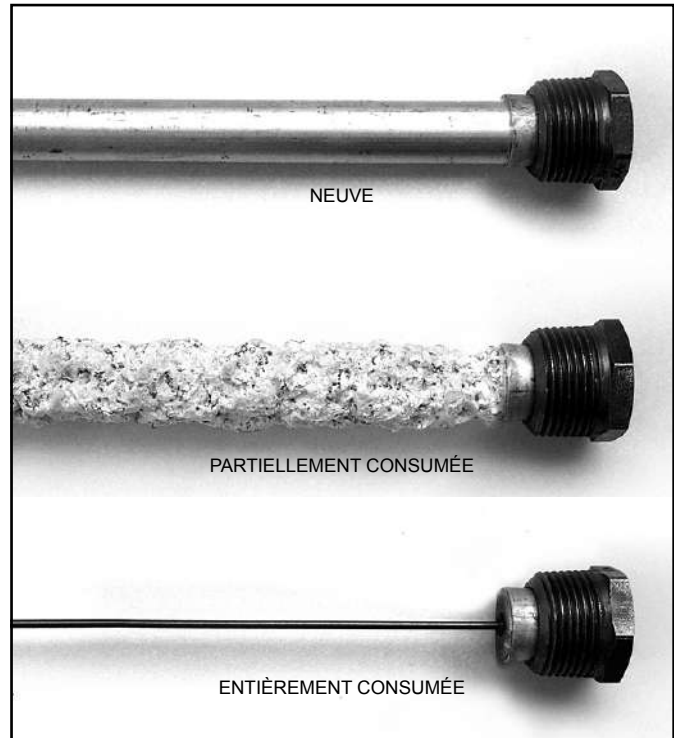

Figure 49
**Anode Rod.** L'anode est une barre métallique dite "sacrificielle" qui aide à prévenir la corrosion et une défaillance prématurée (fuite) du réservoir. L'anode "s'use" au fil du temps. Inspectez l'anode six mois après l'installation, lors du drainage et du rinçage du chauffe-eau. Remplacez l'anode si elle est notablement consumée ou dissoute (voir Figure 49). Par la suite, inspectez annuellement l'anode ou plus souvent, au besoin. Si vous utilisez un adoucisseur d'eau, l'anode s'usera plus rapidement. Inspectez alors l'anode plus fréquemment et remplacez l'anode lorsqu'elle est épuisée. Une fois l'anode complètement consumée, le réservoir commence à se corroder et ultimement, fuira. Obtenez une nouvelle anode d'un fournisseur local de produits de plomberie ou faites appel aux services d'une personne qualifiée. Les anodes sont considérées comme des pièces d'usure et ne sont pas couvertes par la garantie.